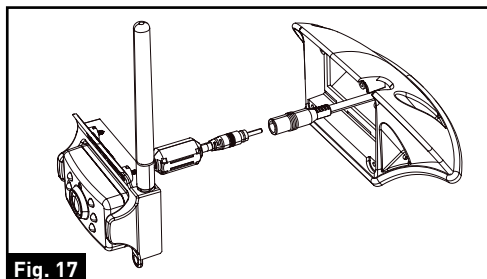

Fig. 17
9. Conecte el cable de alimentación de la cámara al cable de la cámara. (Fig. 17)